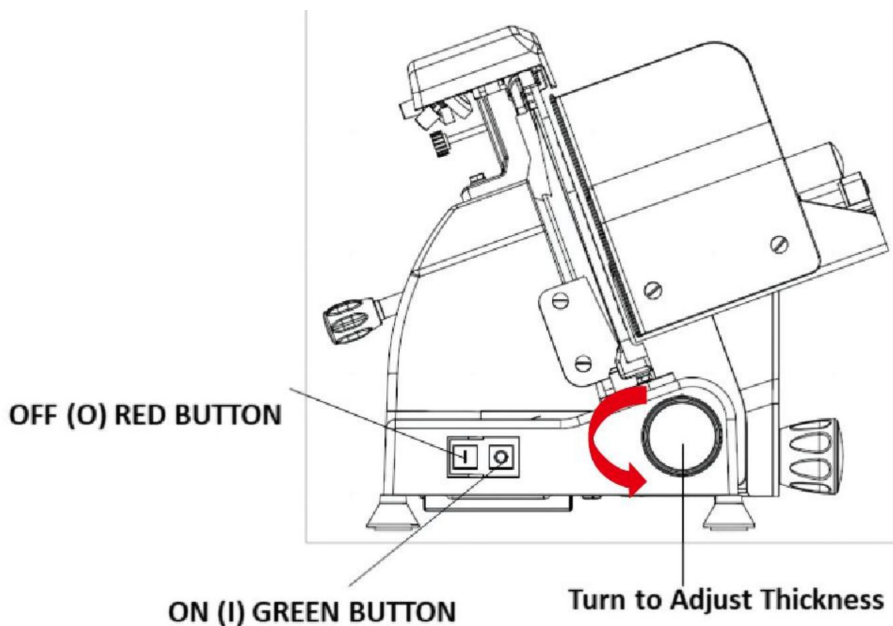

Fig. 2
5. Pour allumer la trancheuse à viande, appuyez sur le bouton vert « I ». (Voir la Fig. 2)
6. Pour éteindre la trancheuse à viande, appuyez sur le bouton rouge « O ». (Voir la Fig. 2)
(Voir la Fig. 2)